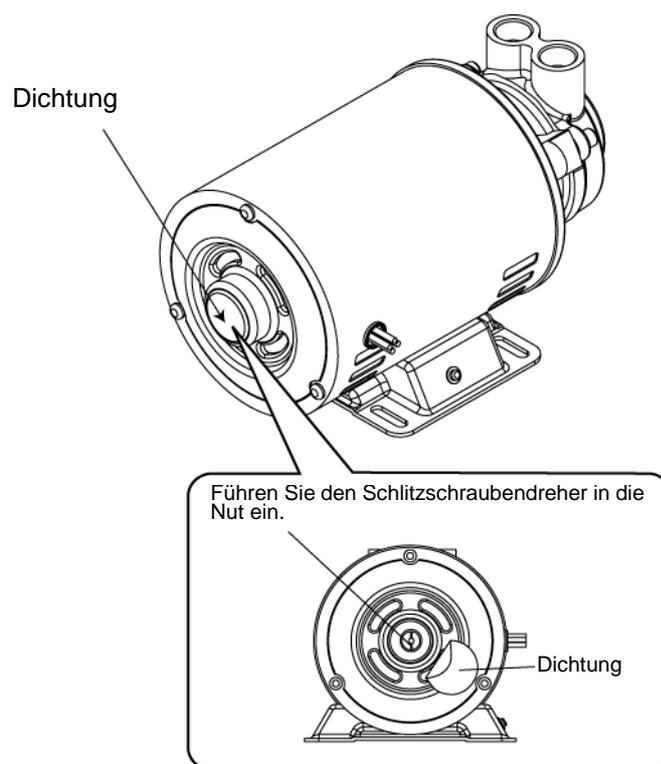

Abb. 4-19 Prüfung der Laufraddrehung
- 5.** Entfernen Sie die Dichtung auf der Rückseite des Motors. Führen Sie den Schlitzschraubendreher ein und drehen Sie die Motorwelle. Stellen Sie sicher, dass sich das Laufrad gleichmäßig dreht. Bringen Sie die Dichtung nach der Prüfung wieder an. (Siehe Abb. 4-19 Prüfung der Laufraddrehung)